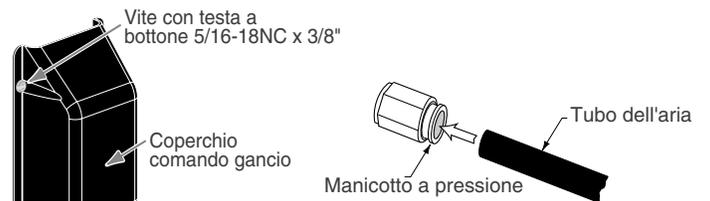

Fig. 17
- E) Installare i coperchi dei ganci di arresto con una vite 5/16"-18NC x 3/8", Fig. 17.